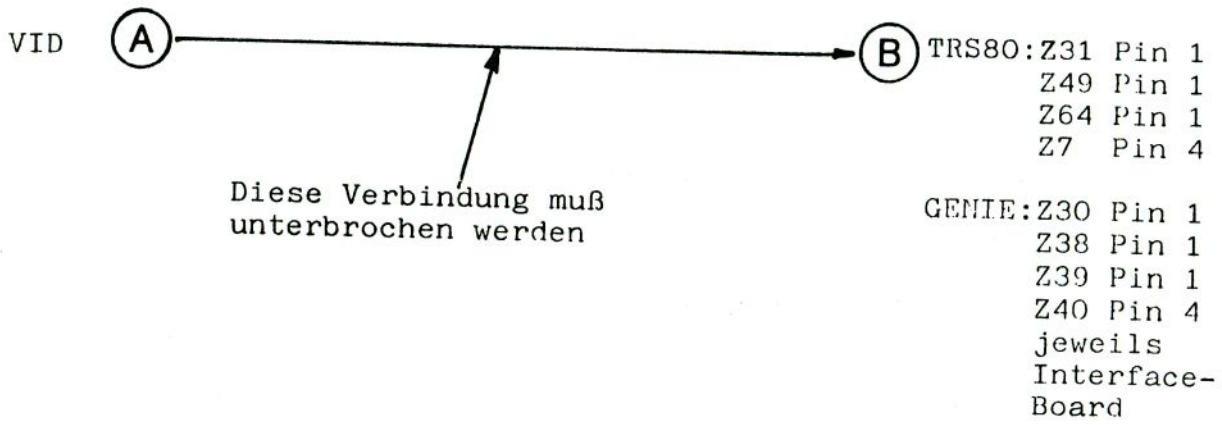
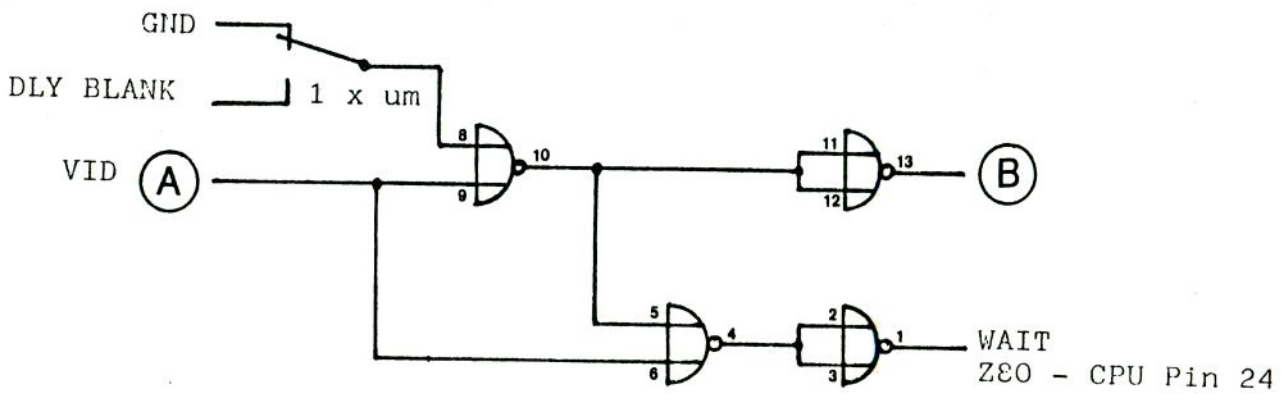
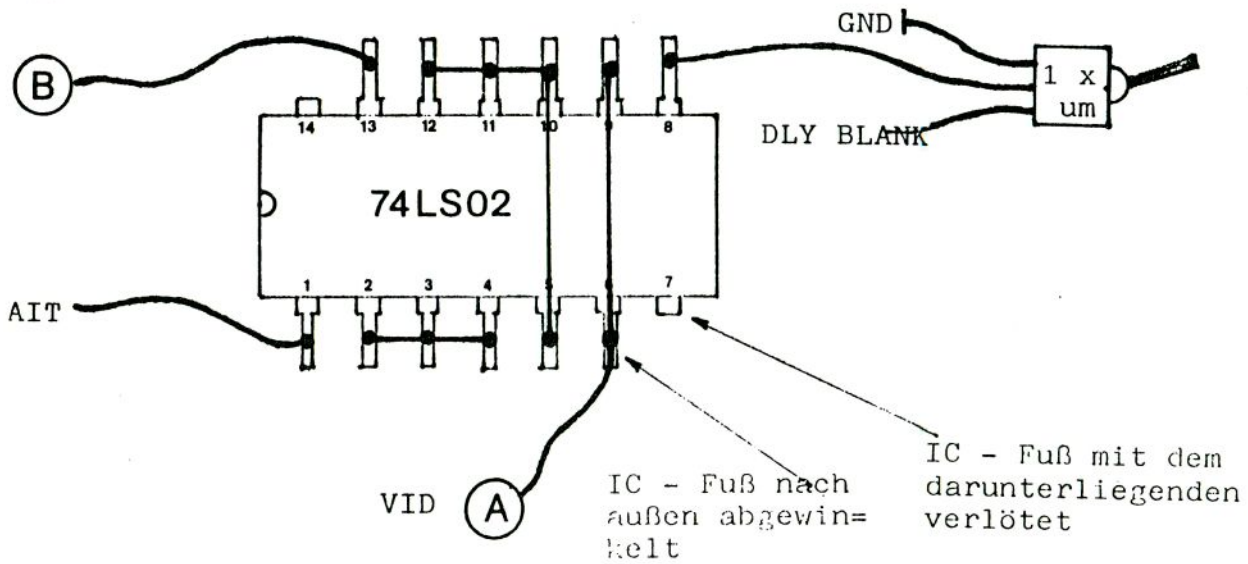

Abbildung 1
Abbildung 2
Abbildung 3
4. Bauen Sie den Schalter nach Abbildung 2 in die Tastaturplatine ein und führen Sie die Änderungen so durch, wie sie beschrieben sind. Achten Sie vor allem auf kurze Verbindungen und auf saubere Ausführung dieser Arbeiten. Diese Schaltung ermöglicht ein Umschalten der CPU-Taktfrequenz zwischen 1.7 MHz und 3.5 MHz. Weiter ist eine Verringerung der Zeitabstände der beiden Signale RAS und MUX notwendig. Dies wird in Abbildung 3 beschrieben.
Abbildung 1 zeigt den Zustand im Computer vor, Abbildung 2 nach dem Einbau. Es muß lediglich eine Leiterbahn durchtrennt werden. Das IC wird gemäß Abbildung 3 verdrahtet und 'piggyback' auf ein passendes IC im Computer gelötet (VCC = Pin 14 und GND = Pin 7).